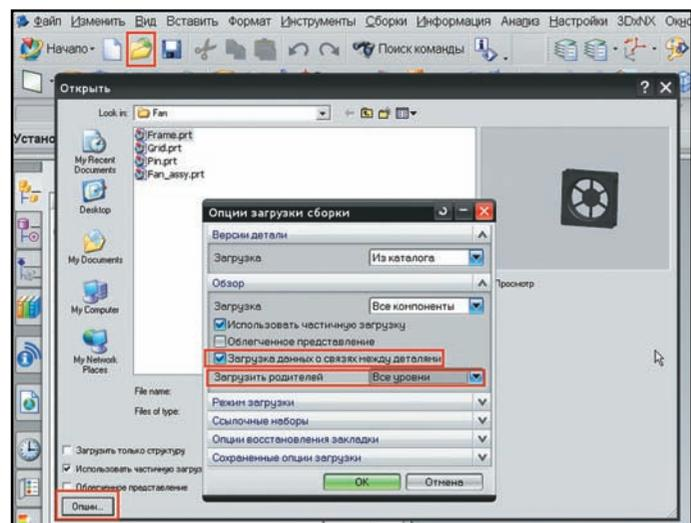

Рисунок 4.13. Опции загрузки сборки
- Включите опцию **Загрузка данных о связях между деталями (Load Interpart Data)** и в выпадающем списке **Загрузите родителей (Load Parents)** выберите значение **Все уровни (All Levels)**, нажмите **ОК** в диалоге опций загрузки (рис. 4.13).